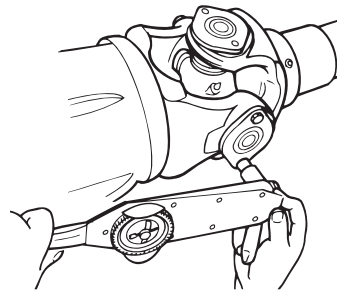

Figura 5.5
7. Use un torquímetro para apretar alternadamente los tornillos con las especificaciones correctas. Consulte la tabla B. Figura 5.5.